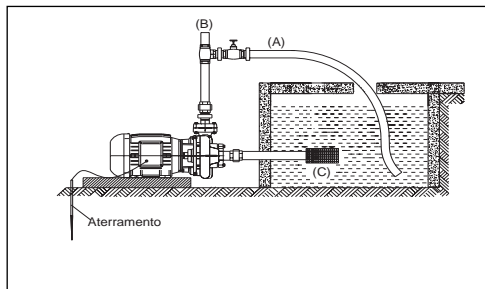

Figura 8 - Instalação Bomba MBV
- 3 - A motobomba MBV deverá ser instalada afogada, com uma coluna mínima de 50 cm, conforme Figura 8. Usar um pré-filtro (tipo cesto) (C) na sucção, afim de impedir a passagem de sólidos de diâmetros maiores do que 10 mm para a MBV-01 e MBV-22, e, 15 mm para a MBV-21.
- 5 - Para um perfeito funcionamento da motobomba, recomendamos colocar um Tê no bocal de recalque: em uma das extremidades, conectar uma mangueira (A) acoplada a um registro, direcionando-a de volta ao local de sucção para misturar as partículas ao líquido a ser bombeado, e, na outra, a tubulação de recalque (B). Cuidar para que a mangueira de recirculação fique afastada do tubo de sucção, evitando desta maneira a formação de bolhas de ar.